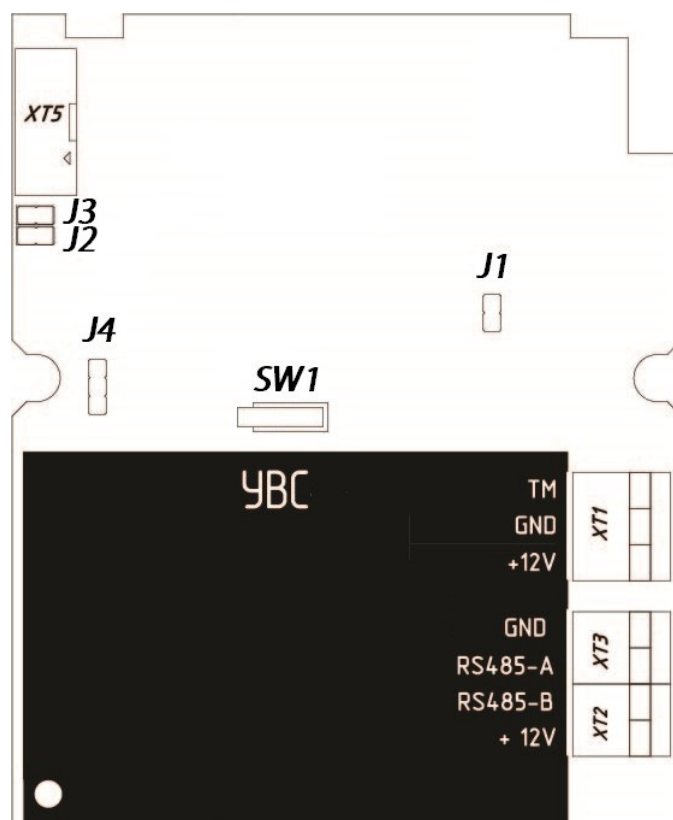

Рисунок 2.2. Назначение выводов устройства
Устройство подключается к объектовому прибору с помощью выводов, расположенных на печатной плате прибора (рисунок 2.2).
- 4 Подсоединить к выводам на плате устройства (рисунок 2.2) провода для источника питания и шины RS-485 или Touch Memory. При этом общая длина проводов определяется расстоянием до подключаемого объектового прибора и составляет:
В режиме конфигурации сети, назначение адресов происходит при последовательном подключении по одному UBC. Для назначения адреса, UBC должен быть переведен в режим конфигурации путём установки переключки J2 (рисунок 2.2).